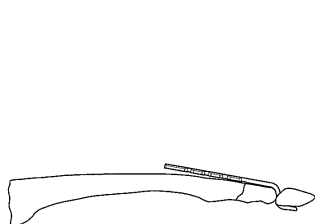
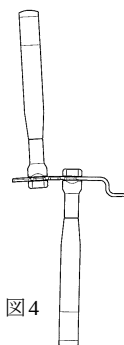

図 3
図 4
- 3) 骨幹部穴数及びフック高さの決定後、トライル設置手順と同様にプレートを設置します。(図 3) 骨幹部に対しプレートに浮きが生じる場合は、プレートを取り外し、ハンドベンダーを用いてプレート骨幹部をベンディングし、再度設置します。(図 4)